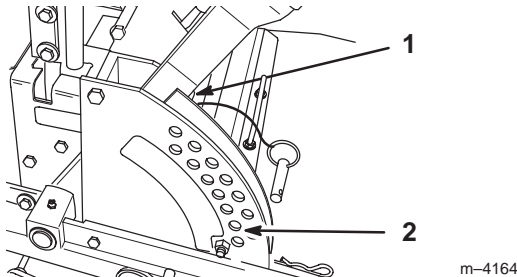

Figure 64
5. Placez deux cales de 38 mm (1-1/2") d'épaisseur sous le bord inférieur arrière gauche et droit de la tondeuse. Placez une cale de 57 mm (2-1/4") sous le bord inférieur central avant de la tondeuse. Sélectionnez la hauteur de coupe de 51 mm (2") (Fig. 64).
1. Déplacez le levier de relevage du plateau de coupe à la position de transport (Fig. 64).